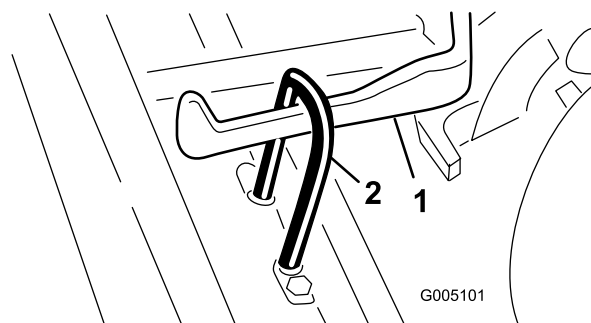

Figure 12
- Poussez le plateau de coupe sous le bâti de traction en accrochant le galet de relevage au bras de relevage (Figure 12).